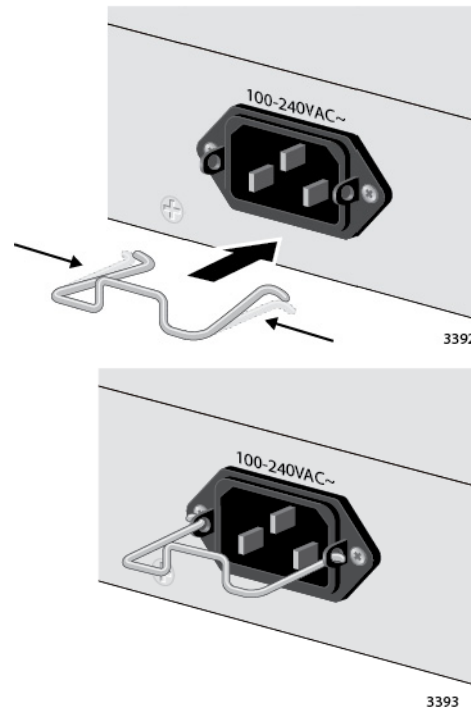

Рисунок 26. Установка удерживающего зажима
1. Расположите удерживающий зажим для шнура питания так, чтобы свободные концы были направлены вниз, сожмите его с боков и вставьте короткими концами в отверстия на удерживающем кронштейне на разъеме питания переменного тока. См. рис. 26.